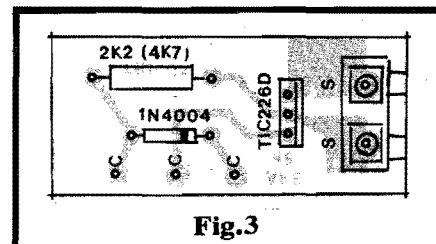

Fig.3
- FIG. 3 - "CHAPEADO" DA MONTAGEM - Agora a plaquinha é vista pelo seu lado não cobreado, peças já posicionadas. Dois pontos que merecem a atenção do montador: a posição do TRIAC, com sua lapela metálica voltada para os pontos de Safda (S-S) e o diodo 1N4004 com sua extremidade de catodo (marcada pelo anel ou faixa em cor contrastante) "apontando" para o TRIAC... Quanto ao resistor, não esquecer de dimensionar o valor em função da Tensão da rede local (2K2 para 110V ou 4K7 para 220V) e também lembrar que sua dissipação deve ser de - no mínimo - 1/2W (não servem resistores de 1/4 de watt, convencionais...). Observar a projeção do par de conectores tipo "Sindal" nos pontos S-S (detalhes mais adiante), bem como os pontos periféricos C-C-C destinados à ligação à chave "Mar-Girius" (também com detalhes mais à frente...).
- FIG. 4 - CONEXÕES EXTERNAS À PLACA - No pequenino conjunto que finaliza o TRILUX, fora da própria placa apenas projetam-se o par de conectores de Safda e a chave 15103, conforme ilustra o diagrama, que representa a plaquinha ainda vista pelo seu lado não cobreado (o mesmo visto na fig. 3, porém agora sem os componentes, para não complicar a interpretação...).